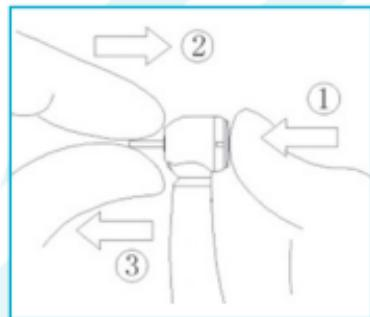

Fig. 8-1
Appuyez doucement avec le pouce sur le bouton-poussoir et insérez simultanément la fraise en carbure ou la fraise diamantée (Fig. 8-1①②).
Appuyez sur le bouton-poussoir avec le pouce et retirez simultanément la fraise en carbure ou la fraise diamantée (Fig. 8-1①③).